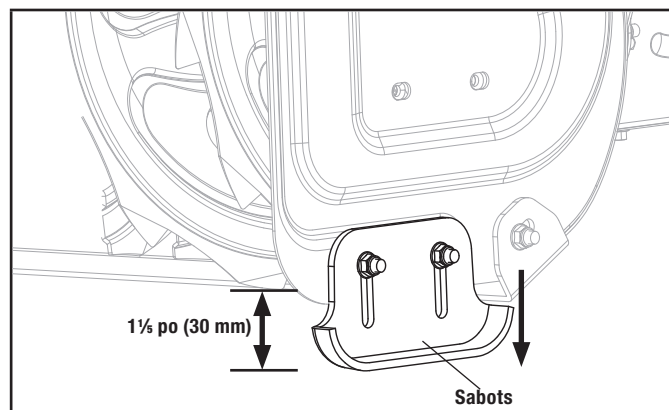

Figure 17B
- Sur un terrain inégal, p. ex., sentiers en gravier, les sabots devraient être réglés à environ  $1\frac{1}{8}$  po (30 mm) (la distance entre la tarière et le sol). (figure 17B)